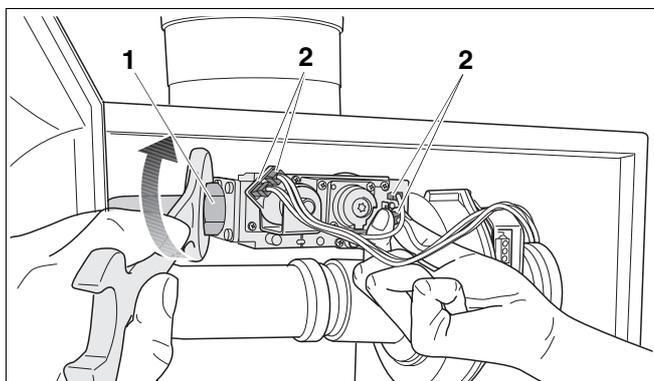

Fig. 110 Allentare i collegamenti della valvola del gas
- Allentare il raccordo a vite (fig. 110, **pos. 1**) sulla valvola del gas e smontare le 4 spine (fig. 110, **pos. 2**) sulla valvola del gas.